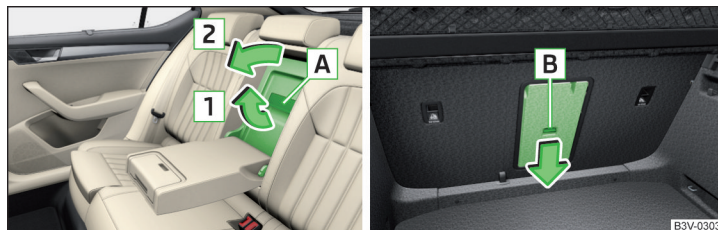

Fig. 100 Deschiderea capacului: din habitaclu/din portbagaj
- Trageți mânerul **A** în sensul săgeții **1** și rabatați capacul în jos, în sensul săgeții **2** » fig. 100.
- Rabatați în jos cotiera din spate și capacul din spătar » fig. 100 la pagina 92.